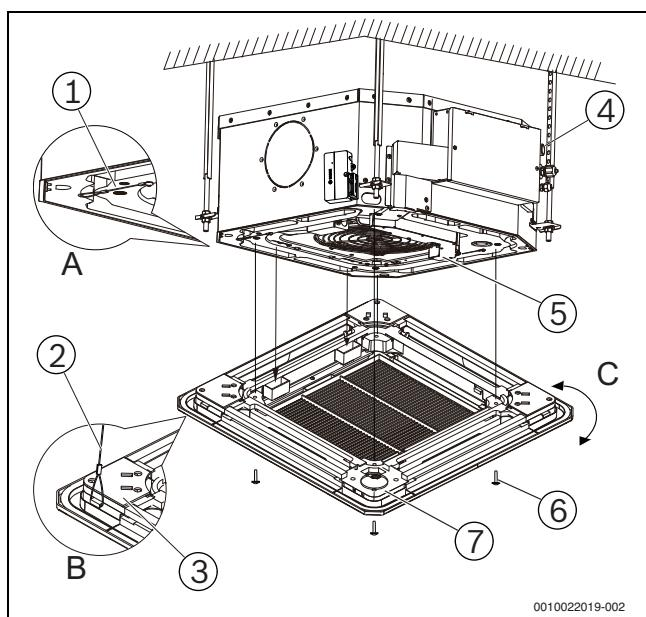

Рис. 18
Производите операции в соответствии с направлением стрелок, показанных на рис. 18, иначе панель нельзя будет демонтировать при необходимости.
2. При монтаже закрепите два стальных троса на защелках, расположенных на панели (→ рис. 18, «А» и «В»).
4. Установите и закрепите панель на корпусе блока с помощью болтов (M5×20) и шайб (→ рис. 18). Обратите внимание на то, что монтажная крышка двигателя поворота должна опускаться в соответствующий дренажный поддон.
6. Слегка отрегулируйте положение панели в направлении, указанном стрелкой (→ рис. 18, «С»), чтобы ее центр совпал с центром отверстия в потолке. Убедитесь, что все четыре зацепки зафиксированы надежно.